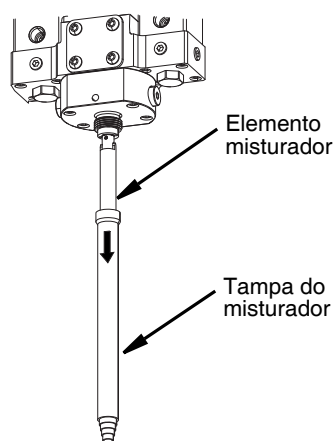

FIG. 21
- Deslize a tampa do misturador para fora dos elementos do misturador. Consulte a FIG. 21.